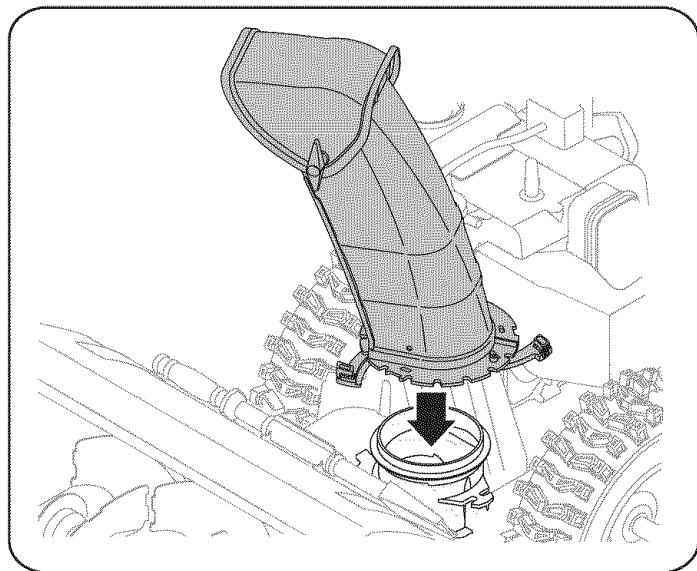

Figura 3
4. Sitúe el montaje del canal sobre la base. Vea la figura 3.